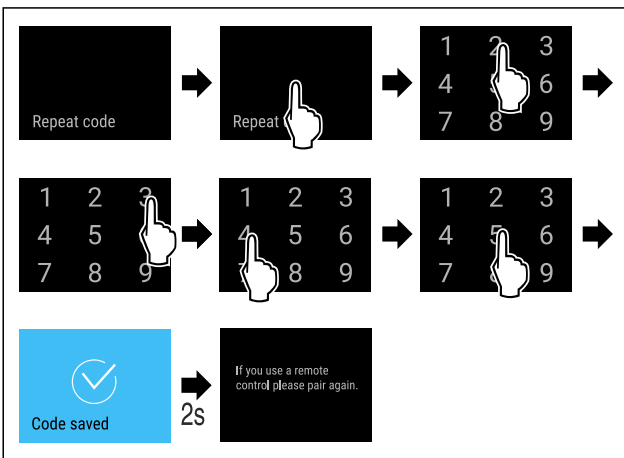

Fig. 93
- ▶ Seguir los pasos de procedimiento (consulte Fig. 93) .